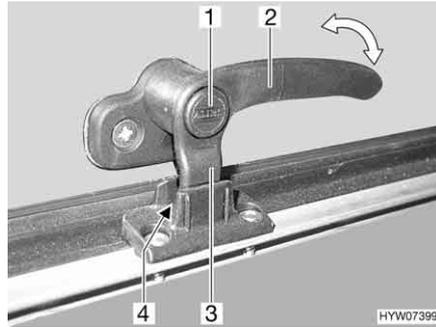
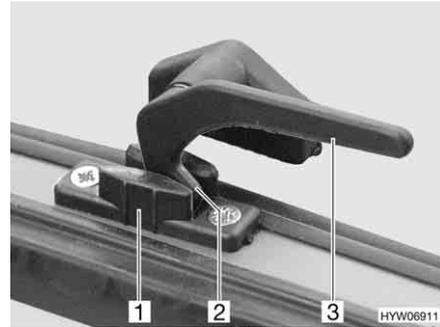

Fig. 61 Palanca de bloqueo con botón de seguridad en la posición de "ventilación continua"
Fig. 62 Palanca de bloqueo en la posición de "ventilación continua"
- En la posición "ventilación continua" (Fig. 61 y Fig. 62)
- Si existe, pulsar el botón de seguridad (Fig. 61,1) y mantenerlo pulsado.
- Girar la palanca de bloqueo (Fig. 61,2 ó Fig. 62,3) un cuarto de vuelta hacia la mitad de la ventana.
- Girar de nuevo hacia atrás la palanca de bloqueo. El saliente de bloqueo (Fig. 61,3 ó Fig. 62,2) de la palanca de bloqueo se ha de introducir para ello en el rebaje del bloqueo de la ventana (Fig. 61,4 ó Fig. 62,1).
- Si existe, soltar el botón de seguridad (Fig. 61,1).